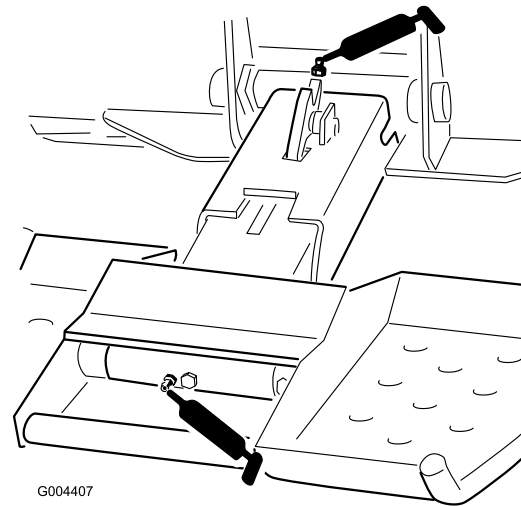

Bild 12
3. Bringen Sie die Fettpresse an jedem Nippel an (Bild 12).